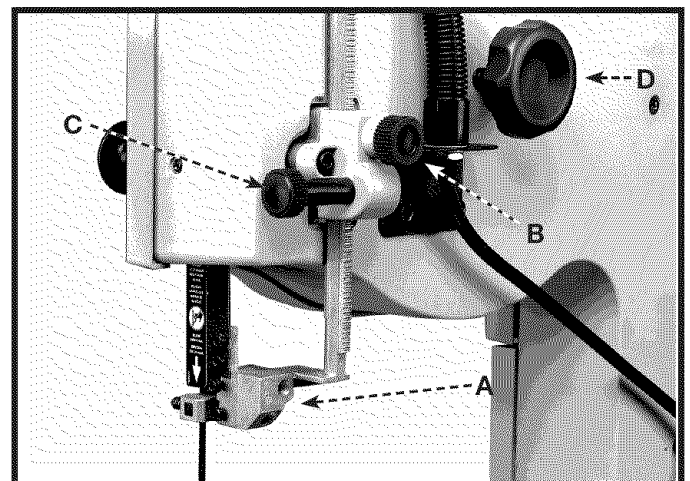

Fig. 26
El ensamblado de la guía de hoja superior (A) Fig. 26 siempre debe fijarse a no más de 1/4" sobre o tan cerca como resulte posible de la superficie superior del material a cortarse. Afloje la perilla (B), gire la perilla (C) y coloque el ensamblado de la guía (A) a la posición deseada. Apriete entonces la perilla (B).
La mesa puede ser inclinada 45 grados a la derecha. Para inclinar la mesa, afloje la agarradera de cierre (A) Fig. 26 y gire la perilla (B) en el sentido de las agujas del reloj hasta establecer el ángulo deseado. Vuelva a apretar entonces la agarradera de cierre (A). **AVISO:** La agarradera de cierre de mesa (A) puede reposicionarse tirando de la agarradera y volviéndola a posicionar sobre la tuerca localizada debajo del cubo de la agarradera. Se proporciona una escala (C) y un indicador (D) para indicar el grado de inclinamiento de la mesa.